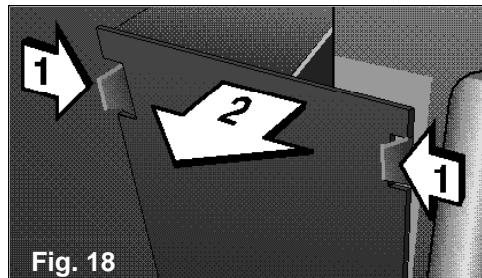

Fig. 18
- ❑ Retire a tampa **F**, **Fig. 1**, da unidade interior. Deste modo, ficará à vista a zona de união da mangueira flexível, **Fig. 18.**